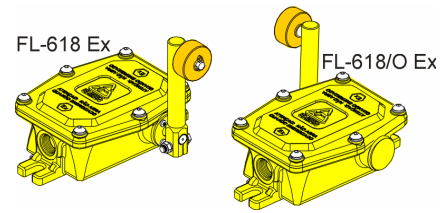

Fig. 1 - Posição da alavanca da FL-618 Ex
- A alavanca com roldana pode ser montada à direita do corpo da chave (modelo padrão) ou no lado oposto (à esquerda - opcional /O) fig. 1.